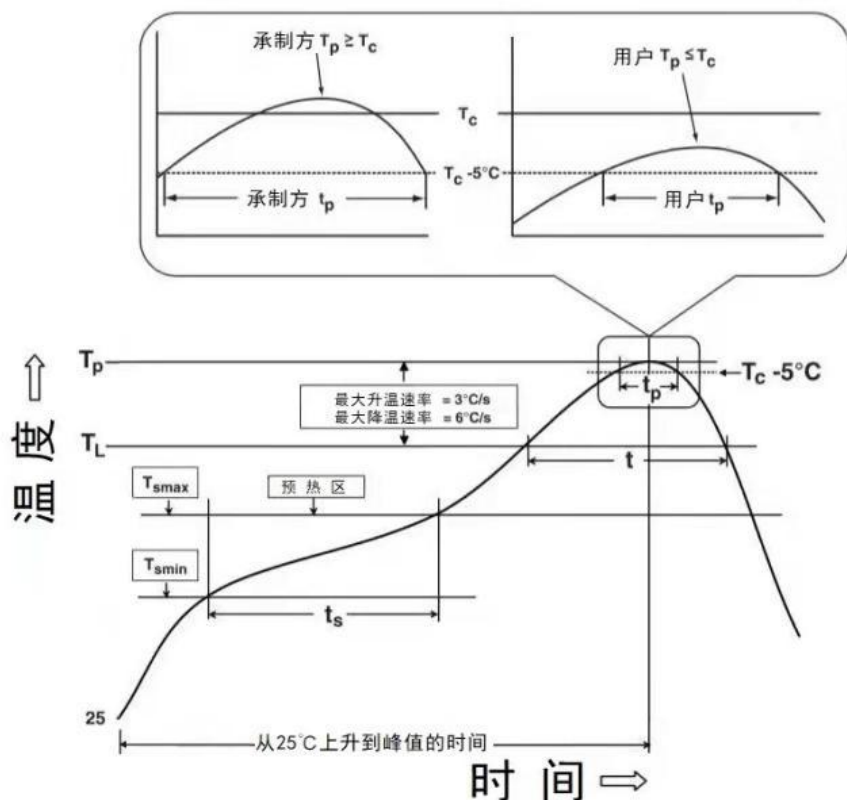

图 6 回流温度-时间分布图
3、表 4、图 6。SOD-523 封装回流焊温度为 235℃。